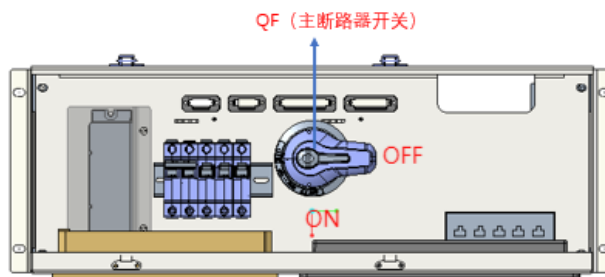
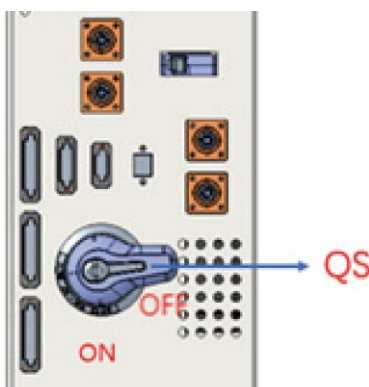

图 6-5 分断 QF 主断路器
图 6-6 分断 QS 隔离开关
3. 分断 QF 主断路器（如图 6-5），分断 QS 隔离开关（如图 6-6）；